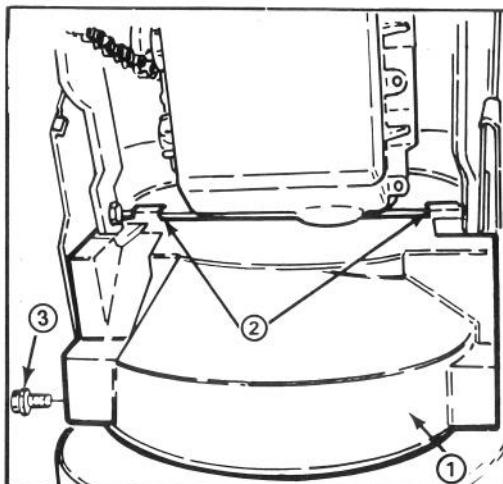

Abbildung 2
7. Untere Riemenabdeckung mit $2\frac{1}{4}$ -20 x $\frac{1}{2}$ " Kopfschrauben an Unterseite des Räumgetriebegehäuses befestigen (Abb. 2). Sich überzeugen, daß die Riemenabdeckungs-Befestigungszungen hinten am Motorrahmen-glied befestigt sind.